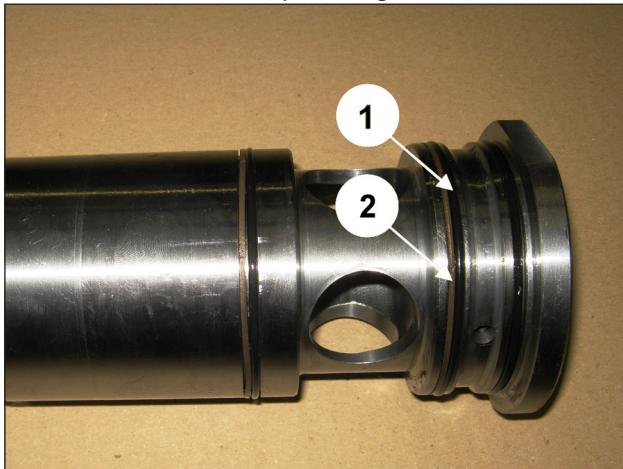

Fig. 127
Inserire gli anelli O-Ring (pos. ①, Fig. 127) ed i rispettivi anelli antiestrusore nella bussola (pos. ②, Fig. 127).